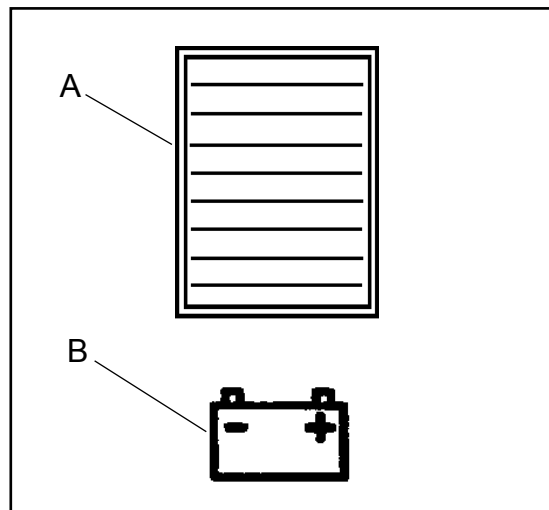

Figura 7
El medidor de carga de la batería ( consulte la figura 7) del panel de control tiene una lectura digital con 10 posiciones fijas (A) y además un indicador parpadeante (B). Las barras que aparecen en la pantalla indican el nivel de carga aproximado con el ícono (parpadeante) de batería descargada.